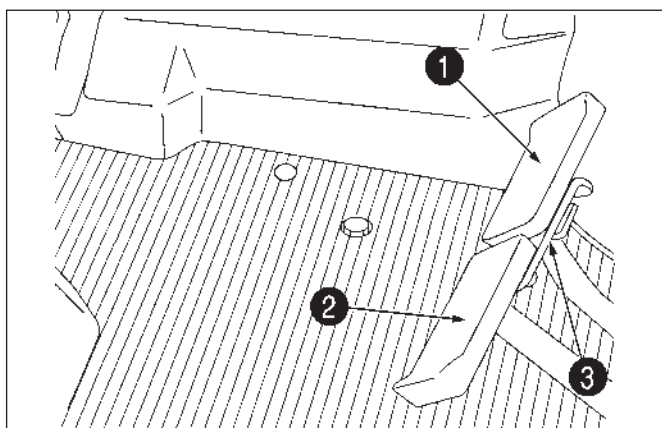

FIG. 4-16
FIG. 4-16: La pédale de frein intérieure (1) et extérieure (2) commande indépendamment les freins des roues gauches et droites respectivement, pour faciliter les virages.